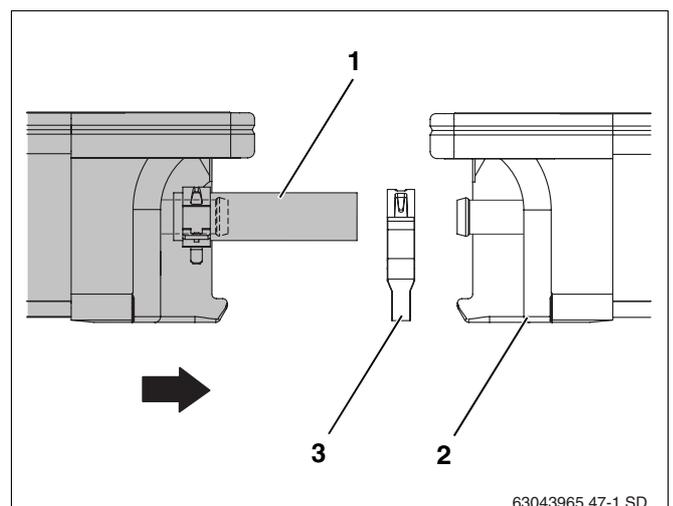

Fig. 49 Insérer le deuxième capteur dans le premier
- Poser le deuxième capteur avec les tubes solaires prémontés (fig. 49, **pos. 1**) sur les rails profilés et laisser glisser dans les dispositifs de sécurité anti-glisement.
- Glisser la deuxième bride du compensateur (fig. 49, **pos. 3**) sur le tube solaire.
- Connecter le second capteur au premier (fig. 49, **pos. 2**) de manière à ce que les tubes solaires prémontés s'insèrent dans les raccords gauches du premier capteur.